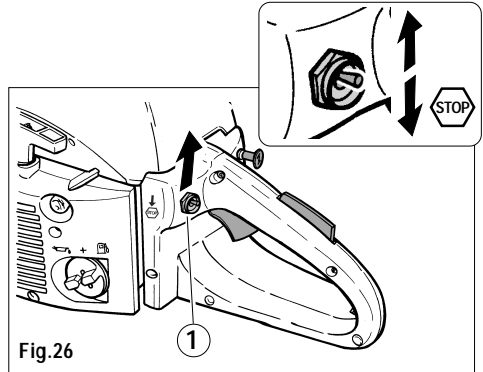

Fig.26
- 2) Lever le levier de l'interrupteur d'arrêt « STOP » (fig. 26 pièce 1).
1) Pour arrêter le moteur, abaisser le doigt de l'interrupteur (fig. 26 pièce 1) en position «STOP ↓».
1) Soulever le doigt de l'interrupteur (fig. 26 pièce 1).